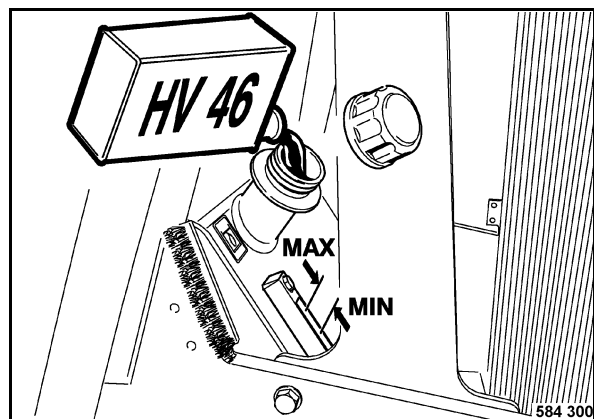

Fig. 175
- Remove the filler cap (Fig. 175).